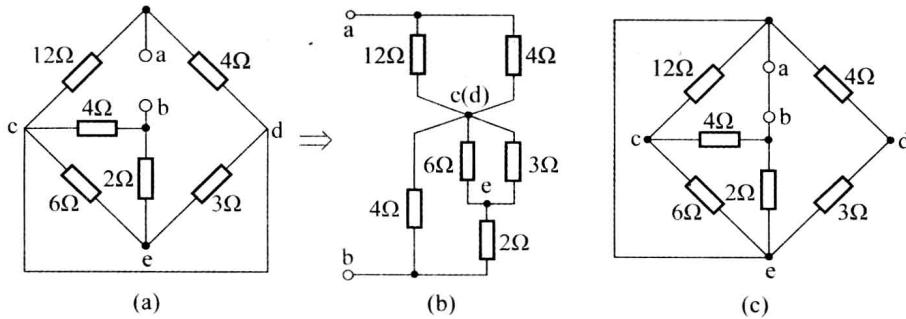

图 1-20 例 1-3 图
**【例 1-3】**求如图 1-20(a)所示电路 ab 端的等效电阻  $R_{ab}$ 。
在图 1-20(a)中，用 c、d、e 标出其余各结点，c、d 间因为是短路线连接，实质为一点。从 a 点开始， $12\Omega$ 、 $4\Omega$  电阻出自 a 点连接于 c(d)，从 c(d)分出  $4\Omega$ 、 $6\Omega$ 、 $3\Omega$  三个电阻，其中  $4\Omega$  电阻连接到 b 端， $6\Omega$  和  $3\Omega$  电阻连接到 e，再由 e 出来经  $2\Omega$  电阻到 b。这样在不改变电路连接关系的情况下，原电路图可画成如图 1-20(b)所示的形式，电阻间串、并联关系就比较清楚了。可见等效电阻为
需要注意的是，在电路改画过程中，必须从 a 端顺势画到 b 端，而不能中途改变方向。图 1-20(a)中不改变各电阻阻值，将 a、e 间用短路线连接如图 1-20(c)所示，那么 a、b 之间等效电阻  $R_{ab}$  等于多少呢？读者可自行分析。(注意：在图 1-20(c)中 ade 支路的 4Ω 电阻和 3Ω 电阻被短路线短接。答案： $R_{ab}=1.6\Omega$ 。)